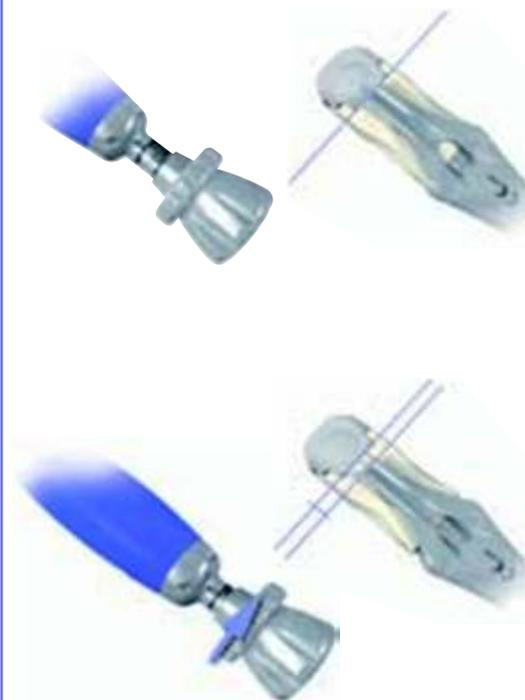

Figura 2
- O conjunto “prótese + grampos” é inserido no suporte de implante girando a alavanca de impactação até que o conjunto esteja completamente rosqueado e em contato com o suporte (Figura 2).